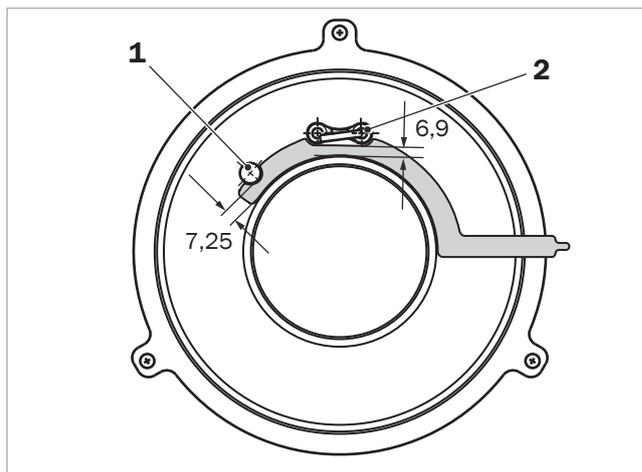

Fig. 128: distanze degli elettrodi di accensione e di ionizzazione dal vello del bruciatore
- elettrodo di ionizzazione → fig. 128 (1): 7,25 mm
- elettrodo di accensione → fig. 128 (2): 6,9 mm